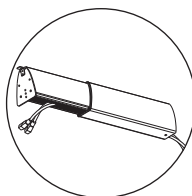
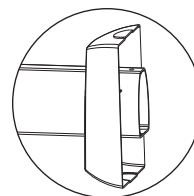
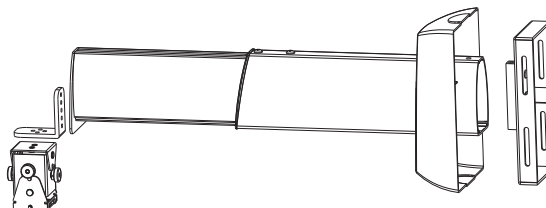
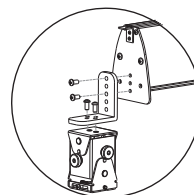

图1
图2
图3
图4
- ① 首先把线材收纳到安装支杆内, 如图1。然后把底盖套入吊架支杆, 如图2。把后安装板安装到吊架支杆, 紧固螺丝(配件⑤), 如图3。把前安装板安装到吊架副杆的面板上, 再把角度调节器安装到前安装板上, 紧固螺丝(配件⑥), 如图4。